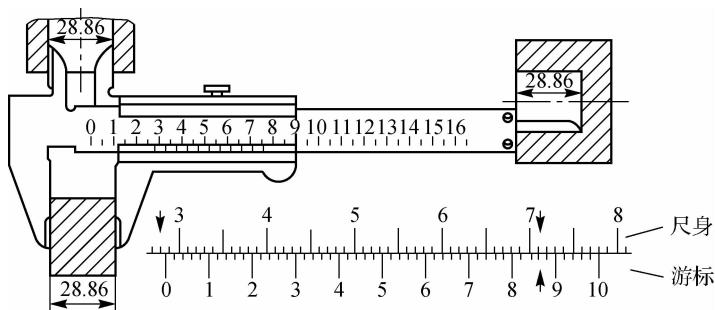

图 1-9 游标卡尺的读数
(1) 读整数。游标零线左边尺身的第一条刻线是工件尺寸的整数部分读数, 图 1-9 中游标卡尺整数部分读数为 28 mm。
(2) 读小数。在游标上找出与尺身刻线对齐的那条刻线, 在对齐处从游标上读出小数部分读数, 图 1-9 中游标卡尺小数部分的读数为 0.86 mm。
(3) 将上述两个数值相加, 即为游标卡尺测量的工件尺寸。图 1-9 所示工件的尺寸为 $28+0.86=28.86$ mm。